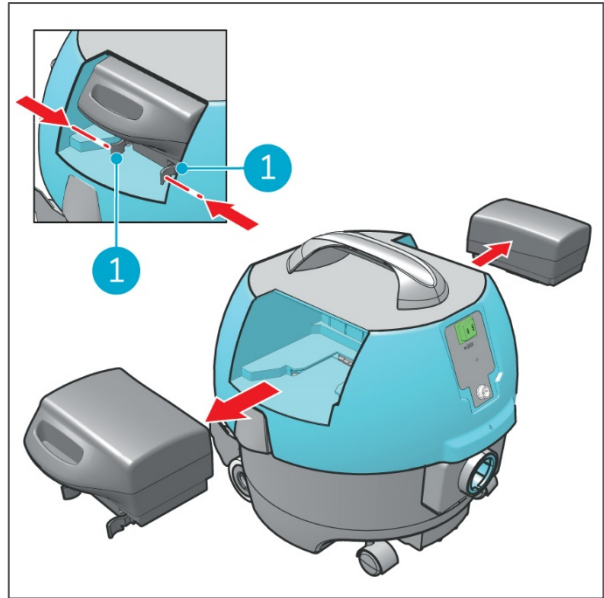

Abbildung 19
1. Drücken Sie die Kunststoffclips des Akkus (Figure 19, Pos. 1) vorsichtig zusammen.